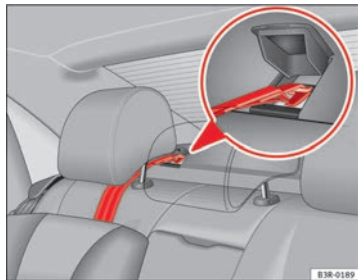

Abb. 36 Befestigungsgurt: korrekte Einstellung und korrekter Einbau
- Führen Sie den Befestigungsgurt des Top Tether unter der Rückkopfstütze hindurch → Abb. 36 (dazu ggf. die Kopfstütze nach oben verstellen).
- Die Abdeckung der Verankerung an der Ablage anheben -siehe Darstellung- → Abb. 36.